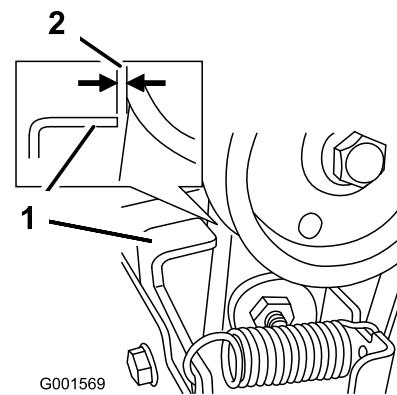

Figure 45
3. Lorsque le levier de commande de fraise à neige/turbine est désengagé, vérifiez qu'il existe un écart de 1,5 mm entre l'ensemble embrayage de fraise à neige et la patte (Figure 45).